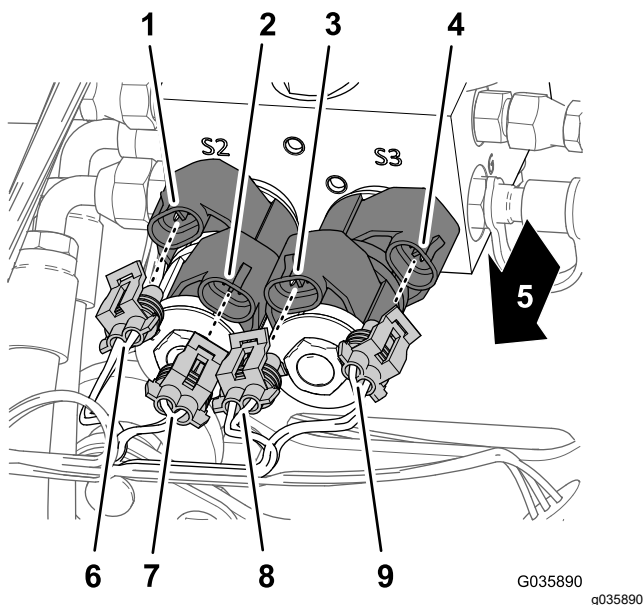

Figura 25
1. En la parte delantera del distribuidor del cilindro de elevación, conecte los 4 conectores eléctricos del arnés de cables para el brazo Sonic Boom a los solenoides para controlar la elevación del brazo, tal y como se muestra en la Figura 25.